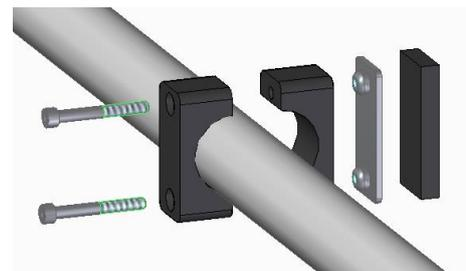

Abbildung 4
Zum Schutz vor Kollision zwischen Tür und Fahrradträger kann ein zusätzlicher Anschlag (9) am fahrzeug-näheren Querrohr mit zwei Zylinderschrauben M6x50 montiert werden (Abb. 4).